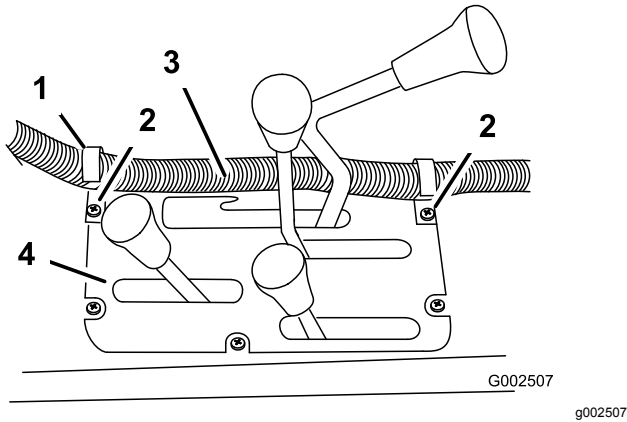
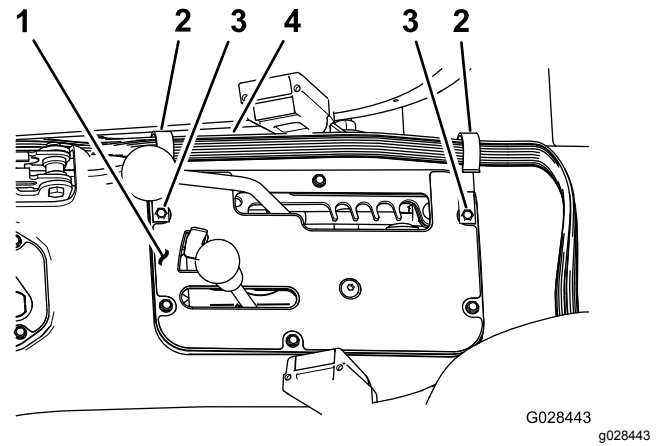

図 20
図 21
1. 既存のねじを使って、センターコンソールの **図 20** または **図 21** に示す位置に、Jクリップ (2 個) を取り付ける。